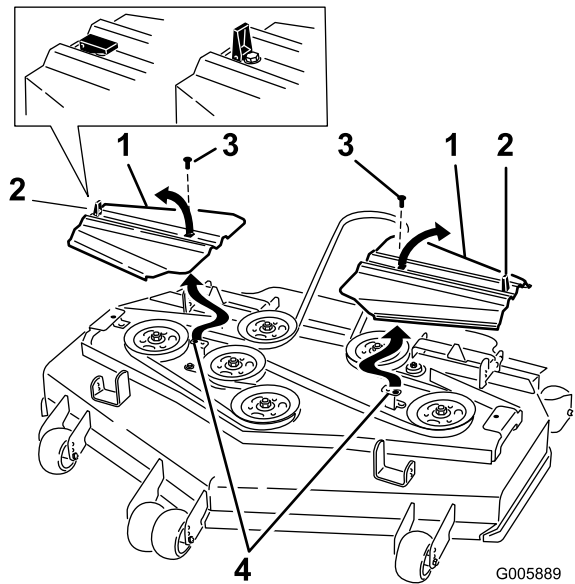

Bild 52
12. Setzen Sie die Riemenabdeckungen auf. Die Laschen sollten in den Schlitz stecken. Setzen Sie die Schrauben und und schließen Sie die Laschen (Bild 52).